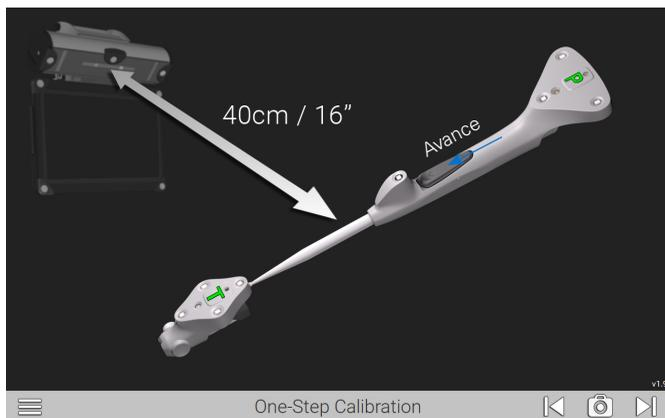

Figura 10
Se muestra la pantalla One-Step Calibration (Calibración en un paso) (Figura 10). Introduzca la punta del tracker de sonda (P) en el hoyuelo de la parte superior del tracker T. Sostenga ambos juntos **a no más de 40 cm** (16 pulgadas) de la unidad de pantalla, asegurándose de que los diodos blancos queden mirando a la cámara.